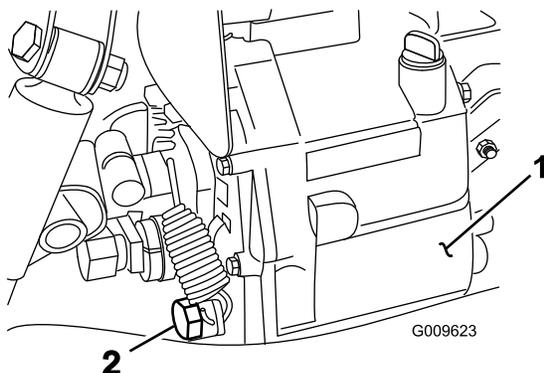

図 73
2. 油圧オイルタンクの側面にあるドレンバルブをゆるめ、流れ出すオイルを容器に受ける(図 73)。